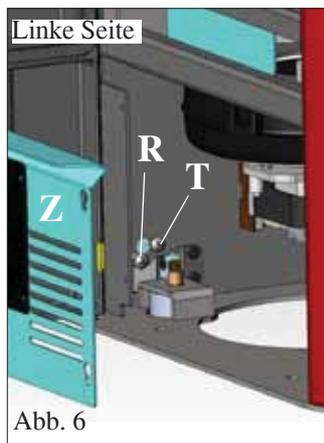

Abb. 6
Die vertikale Ausrichtung der Keramikblenden (C) überprüfen und etwaige Einstellungen mit den Schrauben an der Oberseite (V - Abb. 5) und im Ofen mit den Schrauben (R - Abb. 6/7)
**vornehmen ANMERKUNG** Zuvor das verzinkte Blech (Z - Abb. 6/7) beidseitig abnehmen und die Verriegelungsschrauben (T - Abb.6/7) lockern.